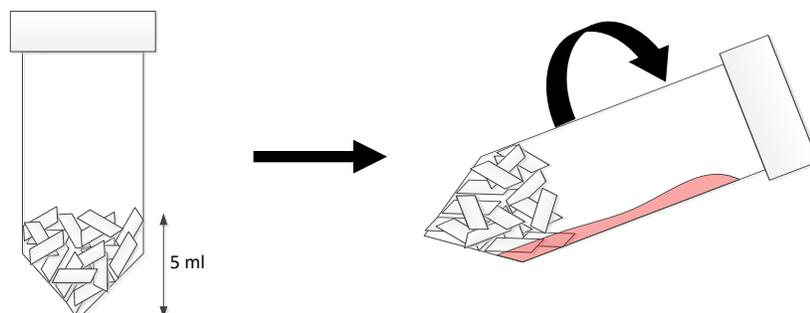

图3: 倾斜旋转离心管。避免倾斜超过90°, 以减少细胞损失。
4. 倾斜并旋转离心管 2-3 次，以使细胞与载体均匀混合（参见图 3）。